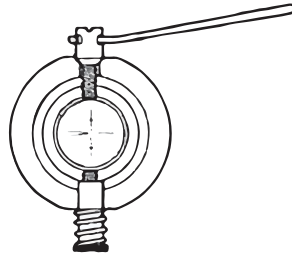

Abbildung 11
Entfernen Sie die Okularabdeckung (12). Drehen Sie die Einstellschraube mit dem Stift (Abb. 11), bis die Werte  $b2'$  und  $b2$  übereinstimmen. Bringen Sie die Okularabdeckung wieder an.
Retire la tapa del ocular (12). Gire el tornillo de ajuste con el pasador (Fig. 11) hasta que los valores  $b2'$  y  $b2$  sean iguales. Vuelva a colocar la tapa del ocular.